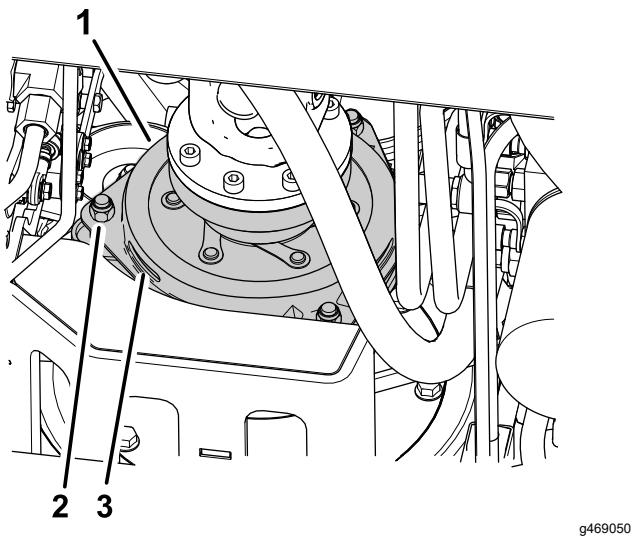

Figure 81
3. Réglez l'entrefer de façon à pouvoir passer une jauge d'épaisseur de 0,3 mm entre la garniture d'embrayage et la plaque de frottement en poussant légèrement (Figure 81).
Remarque: Pour diminuer l'entrefer, tournez les écrous de réglage dans le sens horaire (Figure 81). L'entrefer ne doit pas dépasser 0,6 mm. Réglez les 3 entrefers à 0,4 mm.